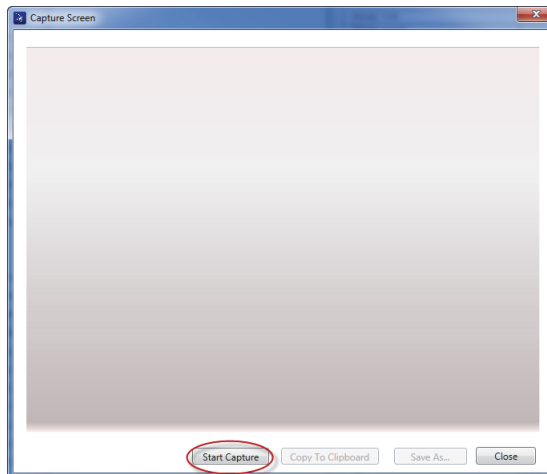

Figure 7-2 Boîte de dialogue Capture Screen
La boîte de dialogue **Capture Screen** s'ouvre (voir la Figure 7-2 à la page 190).
4. Dans la boîte de dialogue **Capture Screen**, cliquez sur **Start Capture** (Démarrer capture) [voir la Figure 7-2 à la page 190].